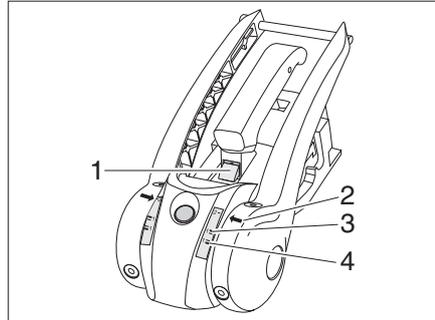

Bild 166 Verschleißkontrolle Reibbeläge
- Wenn die grüne Markierung sichtbar ist (Bild 166,1), sind die Reibbeläge vorn und hinten noch in Ordnung. Ist die grüne Markierung nicht mehr sichtbar, müssen die Reibbeläge gewechselt werden.
- Ist der Pfeil (Bild 166,2) unterhalb der Softdockmarkierung 1-grün, (Bild 166,4) sind die Reibbeläge rechts und links in Ordnung. Ist der Pfeil (Bild 166,2) oberhalb der Softdockmarkierung 1-rot (Bild 166,3), müssen die Reibbeläge gewechselt werden.
- Wenn die grüne Markierung sichtbar ist (Bild 166,1), ist die Kupplungskugel in Ordnung. Ist die grüne Markierung nicht mehr sichtbar, ist der Durchmesser der Kupplungskugel < 49mm und die Kupplungskugel muss gewechselt werden.